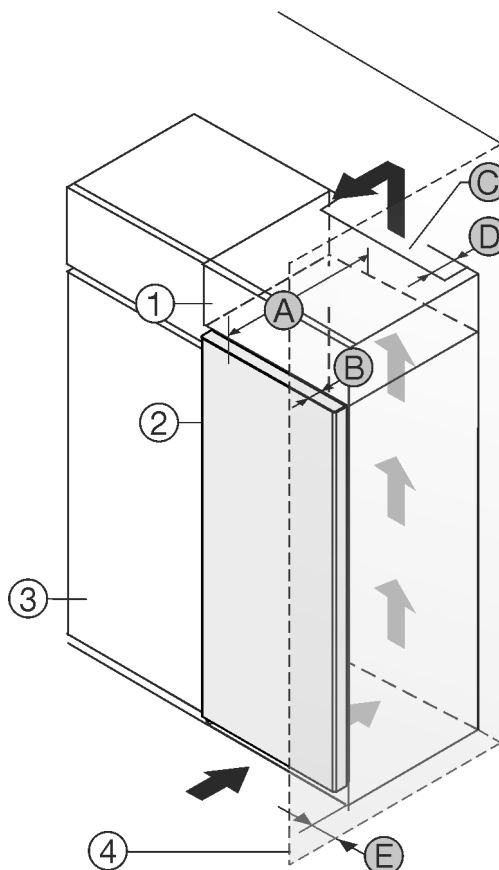

Fig. 1
- (1) Rátétszekrény \*
- (2) Berendezés \*
- (3) Konyhaszekrény \*
- (4) Fal \*
- (5) Készülék mélysége \*
- (6) Ajtó mélysége \*
- (7) Szellőzés keresztmetszete \*
- (8) Készülék hátsó oldalának távolsága \*
- (9) Távolság a készülék oldalától \*
A készülék közvetlenül a konyhaszekrény Fig. 1 (3) mellé állítható.\*
A rátétszekrény hátoldalán egy megadott mélységű Fig. 1 (5) szellőzőaknát kell kialakítani a rátétszekrény teljes szélességében.\*
A mennyezet alatt be kell tartani a szellőző keresztmetszetet Fig. 1 (7).\*
Ha a készüléket a zsanérjaival a fal Fig. 1 (4) mellé állítja fel, legalább 13 mm távolságot kell tartani a faltól.\*
Ha a készüléket a zsanérjaival a fal Fig. 1 (4) mellé állítja fel, legalább 20 mm távolságot kell tartani a faltól.\*
Ahhoz, hogy az ajtót teljesen ki tudja nyitni, a készüléknek a konyhaszekrény elülső oldalához képest legalább az ajtó mélységének Fig. 1 (B) megfelelően ki kell állnia. A konyhaszekrények Fig. 1 (3) mélységétől és a fali távtartók használatától függően a készülék nagyobb mértékben is túllóghat előre felé.\*